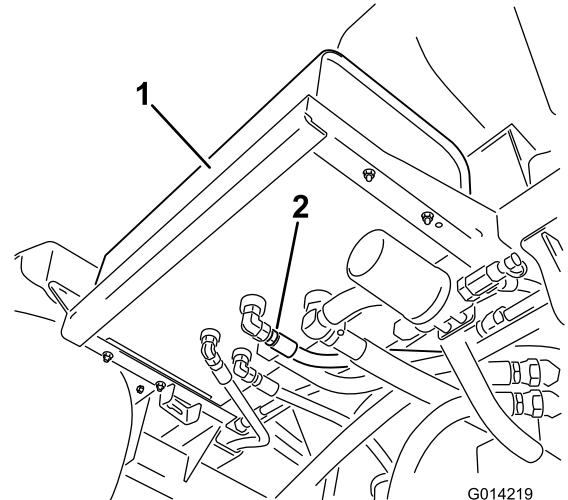

図 111
フィッティングの周辺をきれいに拭く 図 111。
4. ホースのフィッティングをタンクから外してオイルを容器に受ける 図 111。